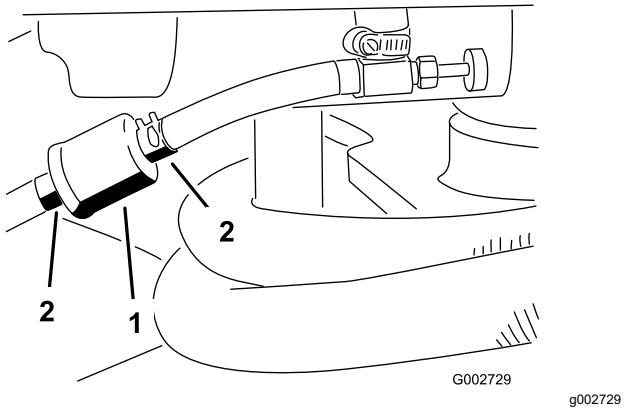

Figura 28
- Chiudete la valvola di intercettazione del carburante, allentate la fascetta stringitubo dal lato carburatore e togliete il tubo di alimentazione dal filtro (Figura 28).